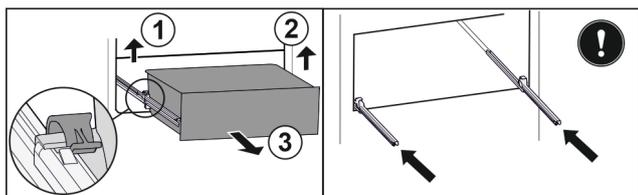

Fig. 101
- Soulever la bride gauche et tirer dans le même temps la partie gauche du tiroir vers l'avant. Fig. 101 (1)
- Soulever la bride droite et tirer dans le même temps la partie droite du tiroir vers l'avant. Fig. 101 (2)
- Retirer le tiroir par l'avant. Fig. 101 (3)